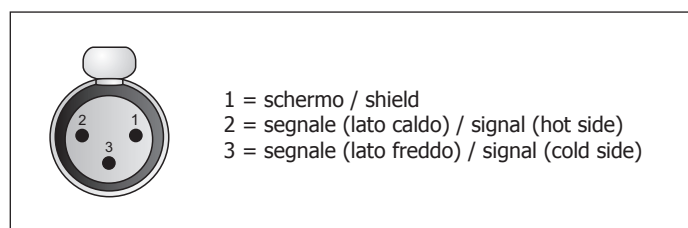

Fig. 3.3.2b
Alla presa XLR 'BOOSTER OUT' (9) è possibile collegare l'ingresso bilanciato di un amplificatore di potenza per poter amplificare e diffondere, ad esempio, alla platea di una sala consiliare, il segnale audio derivato dalla miscelazione del segnale proveniente dalle postazioni microfoniche, dall'ingresso 'MICRO/AUX' (1), dall'ingresso ausiliario e dall'ingresso 'TAPE IN' (10). In fig. 3.3.2b sono riportati i collegamenti a questa presa.
It is possible to connect the balanced input of a power amplifier to the XLR 'BOOSTER OUT' socket (9) in order to amplify and broadcast the audio signal resulting from the mixing of the signals from the microphone stations, from the 'MICRO/AUX' (1) input, from the AUX input and from the 'TAPE IN' (10) input, for example to the audience of a board meeting. The connections to this socket are illustrated in Fig. 3.3.2b.